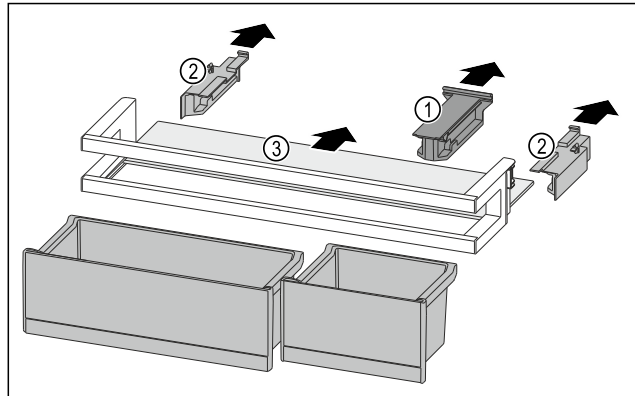

Fig. 137
- ▶ Halteteil Fig. 137 (1) abziehen.
- ▶ Seitenteile Fig. 137 (2) abziehen.
- ▶ Abstellfläche Fig. 137 (3) entnehmen.